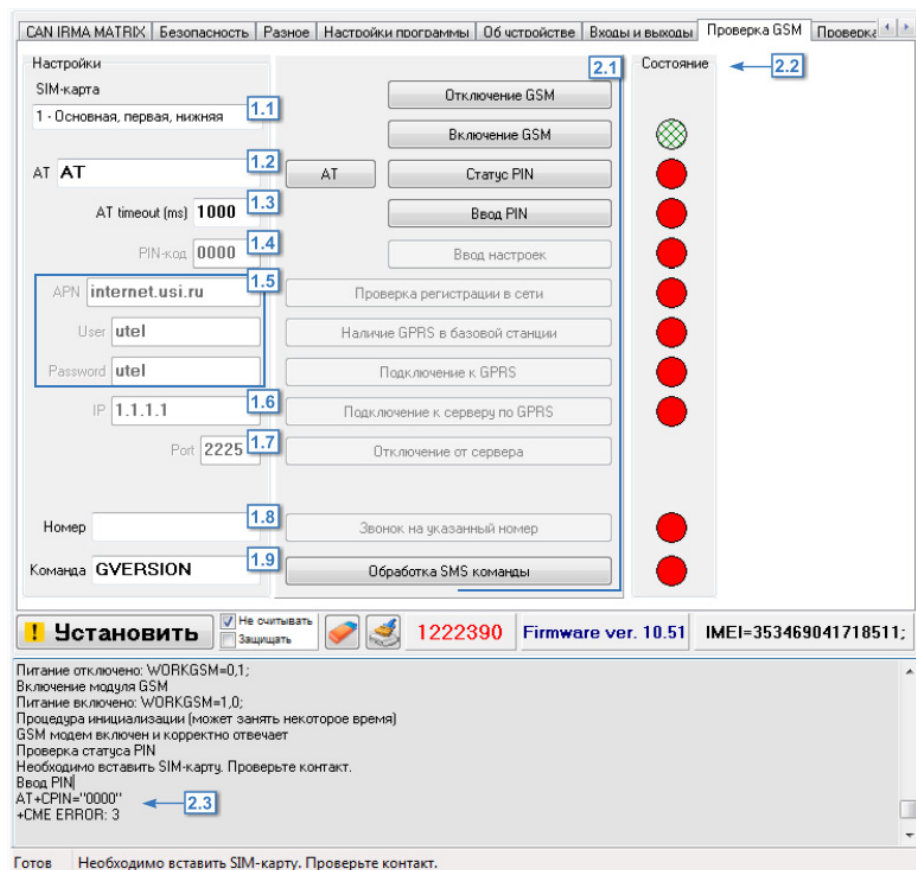

Рис.80. Вкладка Контроль. Проверка GSM.
2. Проверка GSM модема прибора. Перед началом проверки модема необходимо выбрать SIM-карту, с которой будет проверяться модем (Рис.80, п. 1.1).
Для проверки модема нажимайте кнопки с командами (Рис.80, п. 2.1) в порядке их расположения. Обработка каждой команды занимает некоторое время. Состояние обработки команды можно отслеживать при помощи индикаторов состояния (Рис.80, п. 2.2) и в строке состояния (Рис.80, п. 2.3).
14. Выполните звонок на указанный в поле 1.8 (Рис.80) номер (кнопка Звонок на указанный номер). При голосовом вызове светодиод «GSM» горит постоянно.
15. Проверьте работу модема с SMS командами. Введите команду в поле 1.9 (Рис.80) и нажмите кнопку «Обработка SMS команд».